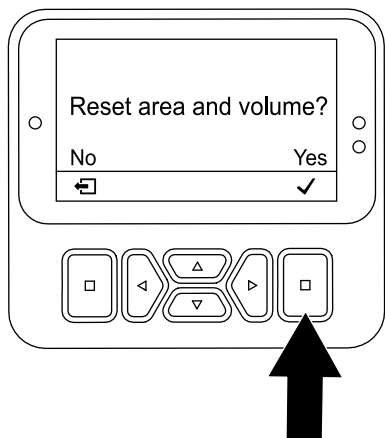

Figura 101
5. All'interno della schermata REIMPOSTA AREA E VOLUME, premete il pulsante Invio (**Figura 101**).